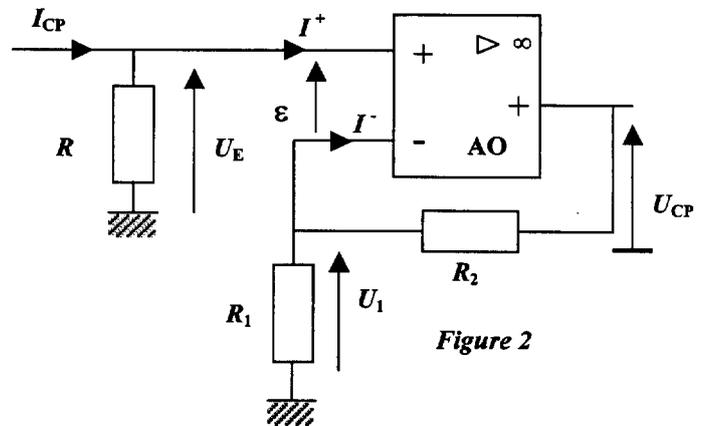

Figure 2
Pour cela, le convertisseur « courant – tension » **figure 2 ci-dessous** comprend :
4. Exprimer, à partir du montage figure 2, la tension U_E en fonction de l'intensité I_{CP} puis en fonction de la hauteur h .